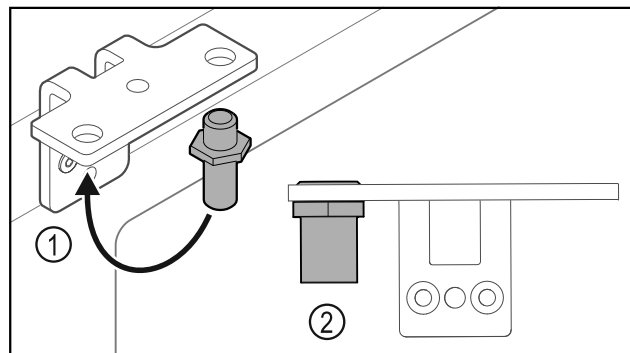

Fig. 20
- Cambiar la posición del perno Fig. 20 (1) en la escuadra de bisagra.
- Apretar el perno Fig. 20 (2) con un **par de 12 Nm**.